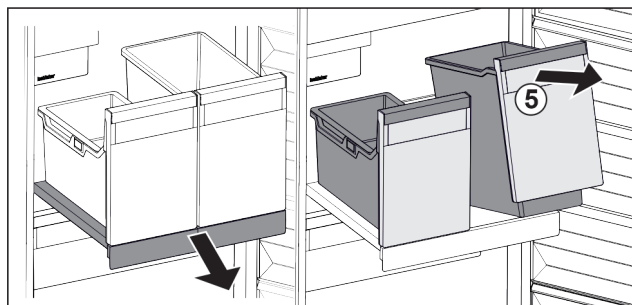

Fig. 99
- ▶ Levantar el recipiente Fig. 99 (5) por delante.